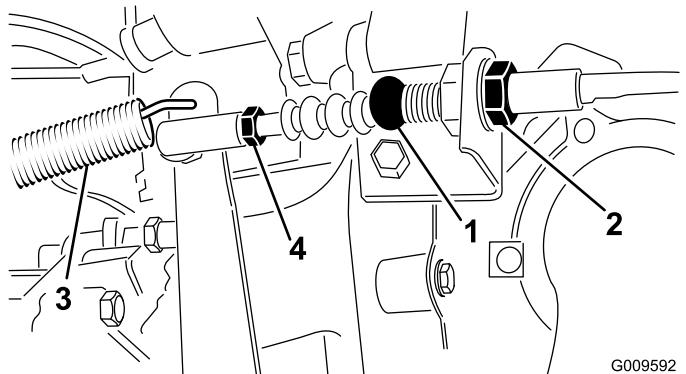

Bild 59
1. Lösen Sie die Klemmmuttern, mit denen das Kupplungskabel an der Halterung am Glockengehäuse befestigt ist (**Bild 59**).